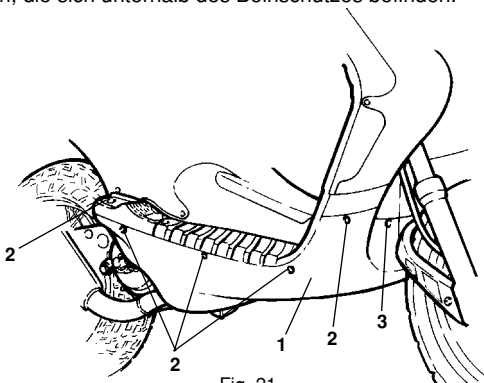

Fig. 21
Zum Lösen der Strebe (1 - Fig. 21) müssen die Schrauben (2) auf beiden Fahrzeugseiten und die mittlere Schraube (3) abgeschraubt werden.